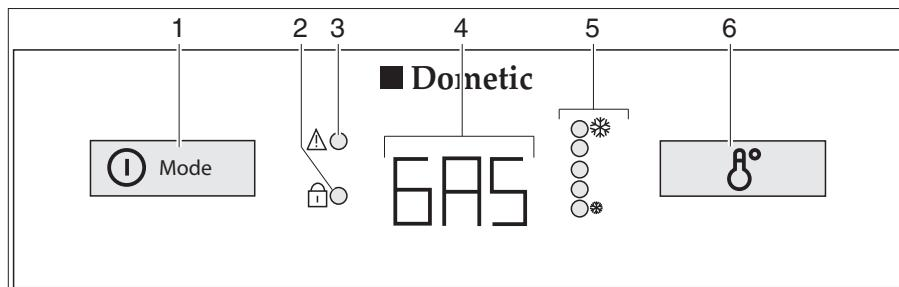

Fig. 353 Elementos de mando para el frigorífico (Dometic de la serie 8 con AES)
Con averías, parpadeará el visualizador LED avería "⚠" (Fig. 353,3).
Si **no** está conectada la alimentación de 230 V y el motor del vehículo está **desconectado**, el AES selecciona el suministro de gas. Al seleccionar el suministro de gas se abre automáticamente el seguro de encendido, de forma que puede fluir gas hacia el quemador. Simultáneamente se conecta el encendedor electrónico. Si se apaga la llama de gas, p. ej. debido a un golpe de viento, el encendedor se activa inmediatamente y enciende de nuevo el gas. Con una avería en el funcionamiento a gas, en el piloto (Fig. 353,4) parpadeará el texto "GAS".
Una vez conectado, el frigorífico selecciona automáticamente el ajuste medio del termostato. Este ajuste puede regularse posteriormente a mano con el commutador para el ajuste de temperatura (Fig. 353,6). Los visualizadores LED (Fig. 353,5) indican el ajuste seleccionado del termostato. Con el interruptor se ajusta la temperatura de refrigeración para los tres tipos de energía. Pasan algunas horas hasta que el frigorífico alcanza la temperatura de servicio normal. Al commutar el modo de funcionamiento se mantiene el ajuste del termostato. La temperatura de refrigeración se mantiene independientemente del tipo de energía.
- Pulsar el conectador/selector de energía (Fig. 353,1) 2 segundos para conectar el aparato. Se visualiza el último modo de funcionamiento seleccionado en el piloto (Fig. 353,4).
- Seleccionar el tipo de energía con el conectador/selector de energía (Fig. 353,1).
- La temperatura de refrigeración puede ser ajustada en el commutador para el ajuste de temperatura (Fig. 353,6). Los visualizadores LED (Fig. 353,5) indican el ajuste seleccionado del termostato.
- Pulsar el conector/selector de energía (Fig. 353,1) 2 segundos. Todos los visualizadores se apagan.